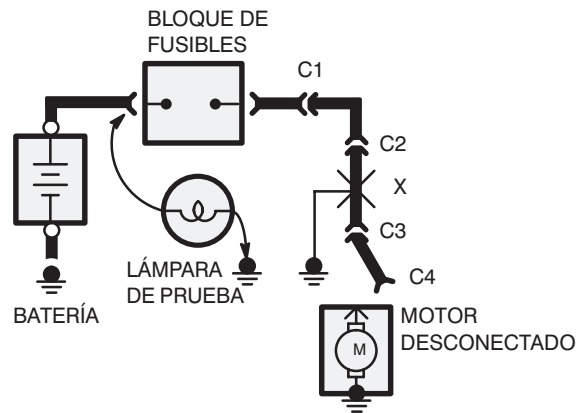

Figura 5 - Revisión de corto
Si un fusible se funde continuamente, normalmente es ocasionado por un corto circuito a tierra. Es importante saberlo para ser capaz de localizar el corto rápidamente (Figura 5).
- Motores: desenchufe el conector del motor (conector C4 en la Figura 5).
5. Desconecte la punta que está conectada a tierra y vuelva a conectarla en el lado de carga del fusible en el conector del componente desconectado. (En la Figura 5, conecte la punta de la lámpara de prueba al conector C4.)
- Si la lámpara de prueba se ilumina, el corto está en el cableado. Usted debe encontrar el corto desenchufando los conectores del circuito, uno a la vez, hasta que la lámpara se apaga. Por ejemplo, en la Figura 5 con una tierra en X, el foco se apaga cuando C1 o C2 se desconecta, pero no después de desconectar C3. Esto significa que el corto está entre C2 y C3.